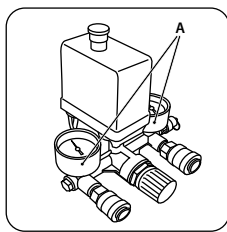
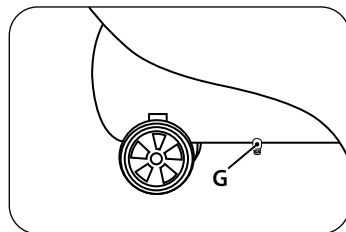

рис.9
рис. 10
Ресивер оборудован манометром (А) (рис. 9) для контроля давления, клапаном для слива конденсата (G) — для удаления конденсата из ресивера (рис. 10)